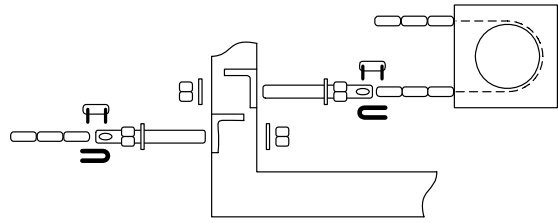

Figura 16
1. Instale una guía sin fin (p/n 2600-818) en la apertura entre la puerta y la cerca (figura 16, 18). Note que la cadena esté encaminada entre la cerca y la puerta en este tipo de instalación. **¡¡IMPORTANTE!! Asegúrese que la ensambladura de la rueda guía esté firmemente sujeta al poste, la pilastra, etc.**
2. Asegure los soportes de cadena a la puerta como se muestra en figura 16. Los soportes de cadena deben estar sujetos al marco de la puerta a fin de que estén aproximadamente una (1) pulgada aparte.
4. Sujeté la cadena a los pernos de cadena usando las conexiones maestros suministrados, y luego sujete los pernos a los soportes de cadena usando el material suministrado (figura 16). Haga cualquier ajuste a la longitud de la cadena en este momento.